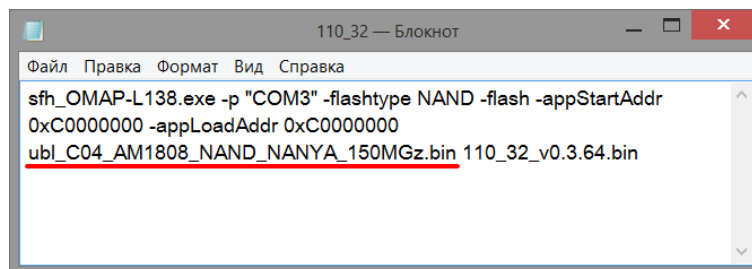

Рисунок 2.5. Выбор файла *.bin
- название файла, соответствующего производителю чипа памяти и ревизии платы SOM01 (рисунок 2.5).